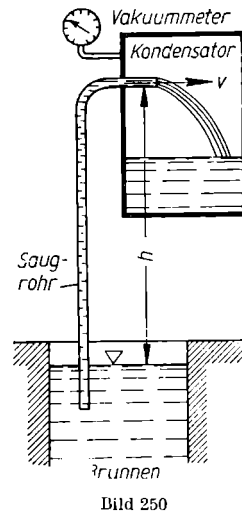

Bild 250
66. Der Kondensator einer Dampfmaschine saugt das Einspritzwasser aus einem Brunnen, dessen Wasserspiegel um $h = 5,7$ m unter der Einmündung des Saugrohres in den Kondensator liegt (Bild 250). Der Zeiger des Vakuummeters am Kondensator zeigt 120 Torr absoluten Druck an. Der Barometerstand beträgt 753 Torr. Gesucht wird **a)** der absolute Druck im Kondensator in kp/m^2 (wie Aufgabe 29); **b)** der absolute Druck der äußeren Luft; **c)** die Eintrittsgeschwindigkeit v des Wassers in den Kondensator unter der Annahme, daß infolge Reibung in der Rohrleitung 2,3 m Druckhöhe verlorengehen; **d)** die sekundliche Einspritz-Wassermenge bei 60 mm innerem Rohrdurchmesser und Ausflußzahl 0,9.